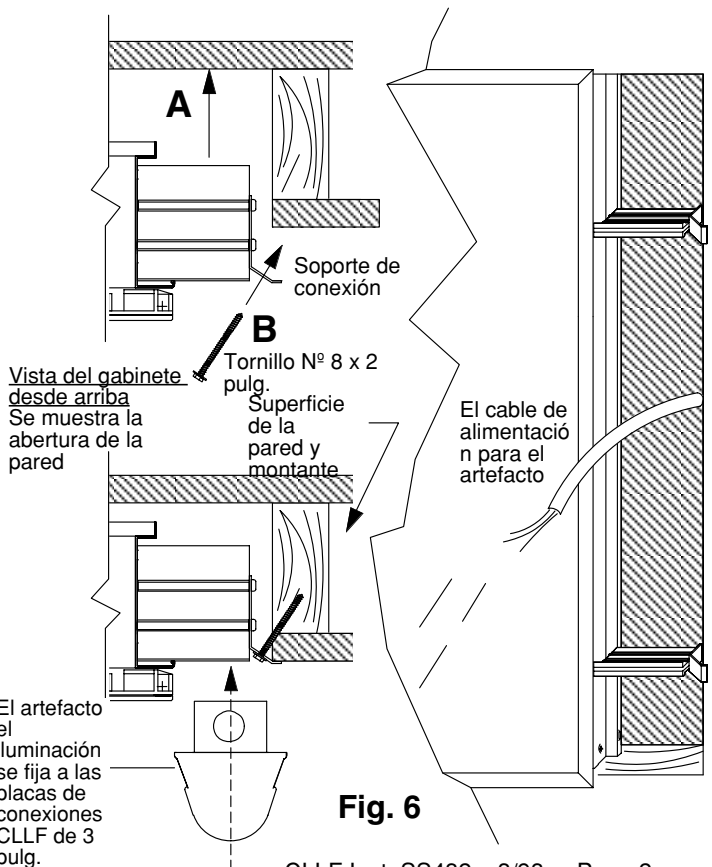

Fig. 6
4. Instale el gabinete con los soportes fijados como se muestra en el elemento A de la Fig. 6, dentro de la abertura de la pared. Los clips del soporte de conexión se ajustan sobre el borde de la abertura terminada.
5. Instale el tornillo N° 8 x 2 pulg. a través del soporte de conexión y dentro del montante como se muestra en el elemento B de la Fig. 6. Con un artefacto a cada lado del gabinete, un total de 4 tornillos sostienen el gabinete en su posición.